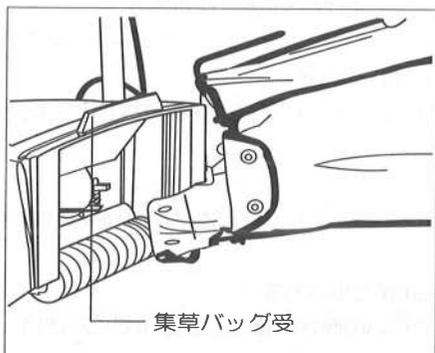

図7
- ① 集草バッグ底部を、本機後部ローラーの上になるように差し込みます。(図7参照)